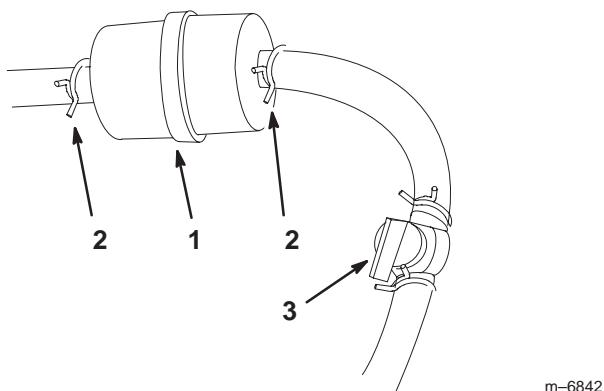

Figure 41
4. Fermez le robinet d'arrivée de carburant (Fig. 41).
5. Pincez les extrémités des colliers et faites glisser ceux-ci pour les éloigner du filtre (Fig. 41).
9. Ouvrez le robinet d'arrivée de carburant (Fig. 41).